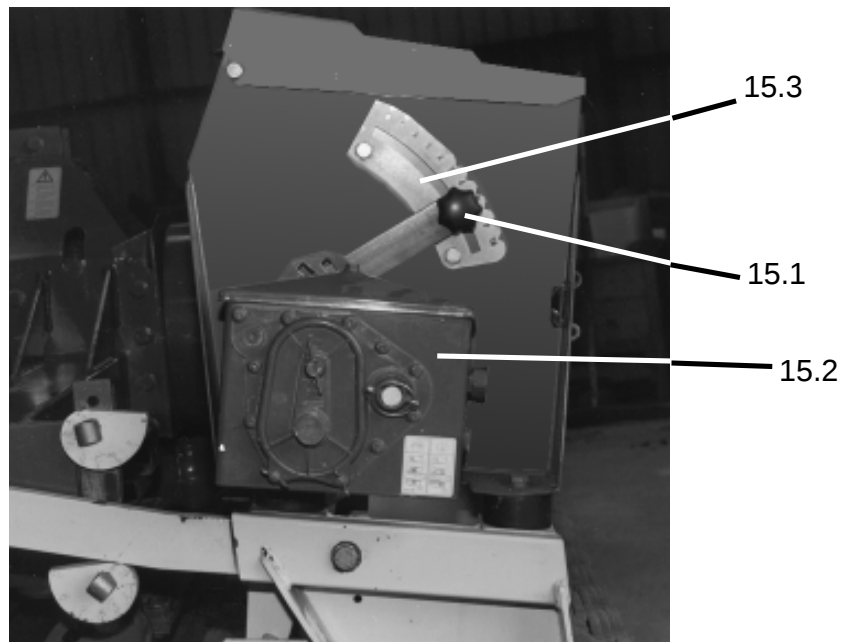

fig. 15
- Skru av håndtaket til velgerspaken (fig. 15/1) for å justere flythastigheten på frøene,
Hastigheten på kamakselen – og dermed flythastigheten til frøene – kan justeres uendelig ved bruk av mengdevelgerboksen (fig. 15/2). Boksen har en tilleggsreduksjon ved hjelp av girhjul. Ved å bytte en av disse girhjulene kan det oppnås to fordelingshastigheter:
Ved å stille velgerboksen fra lav hastighet til høy hastighet kan skalaen på indeksverdiene (fig. 15/3) økes. Men høy hastighet skal kun brukes hvis ønsket mengde ikke kan oppnås ved bruk av maksimal innstilling på lav hastighet. Når vi forlater arbeidet vårt, er velgerboksen forhåndsinnstilt på "lav hastighet".